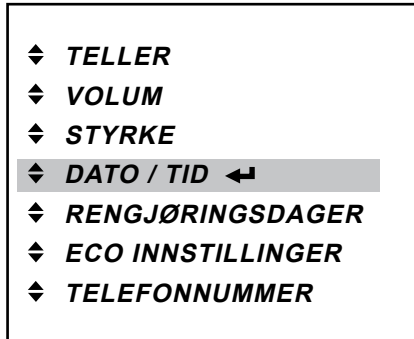

Fig. 36
1. Trykk enterknappen for å gå til «DATO / TID»-menyen. (Fig. 36)